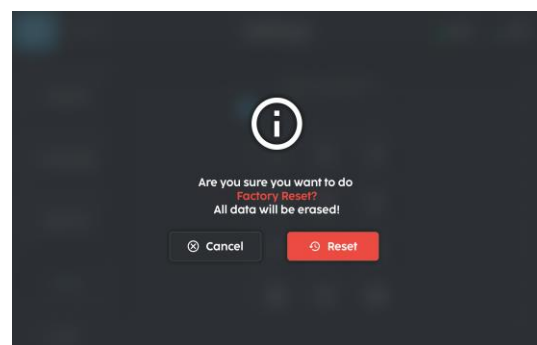

FIGURE 6-13
4. Sélectionnez 'Réinitialiser' (Fig. 6-13).